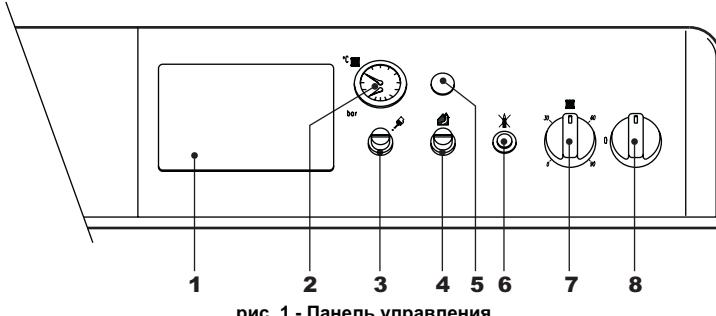

рис. 1 - Панель управления
- Переведите выключатель котла "8" в положение 1 (рис. 1).
- Если котел оборудован электронным терmostатическим блоком управления, установленным в положении 1 (рис. 1), пользователь должен также соблюдать инструкции, предоставляемые изготовителем данного блока.
Задайте с помощью терmostата температуры воздуха в помещении нужную температуру внутри помещения. При поступлении команды от комнатного терmostата котел включается, обеспечивая нагревание воды в системе отопления до температуры, заданной регулирующим терmostатом 7 на рис. 1. При достижении в помещении желаемой температуры котел выключается.